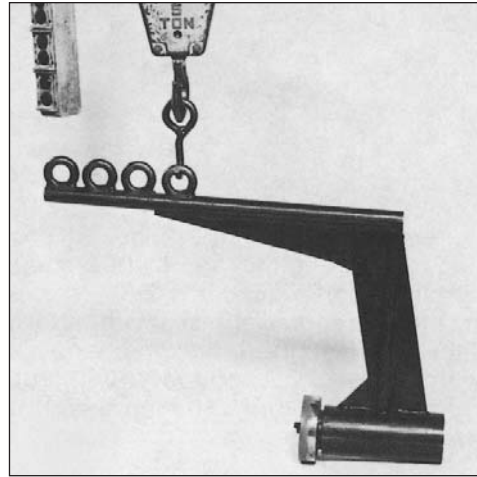

Figura 10-5
**Montaje para levantar el rotor** (figura 10-5) – El rotor del generador principal es pesado (aproximadamente la mitad del peso del generador) y es difícil de manejar. El montaje apropiado debe ser utilizado siempre que remueva o instale el rotor principal dentro del estator principal. Sin el debido cuidado y el equipo adecuado, las bobinas pueden ser fácilmente dañadas.